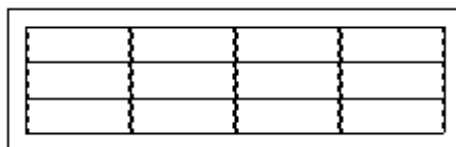

Рис. 24.4. Таблица в режиме редактирования
- ♦ нажмите кнопку **ОК**. В указанной точке появится таблица, ограниченная тонкими линиями, с пунктирными вертикальными линиями (границы поля ввода) и мигающим курсором в центре верхней левой ячейки. Это система установила режим редактирования таблицы автоматически (рис. 24.4);